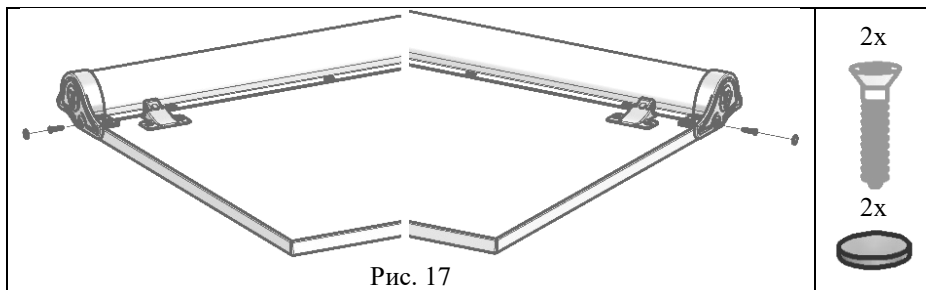

Рис. 17
5.5.5 Закрепить евровинтами ЕС 4х13 (поз. 3, пакет № 75А) лоток в сборе с накладками к столешнице и закрыть заглушками из ДЭП.03 (поз. 3, пакет №5) отверстия в накладках лотка, (см. рис. 17).